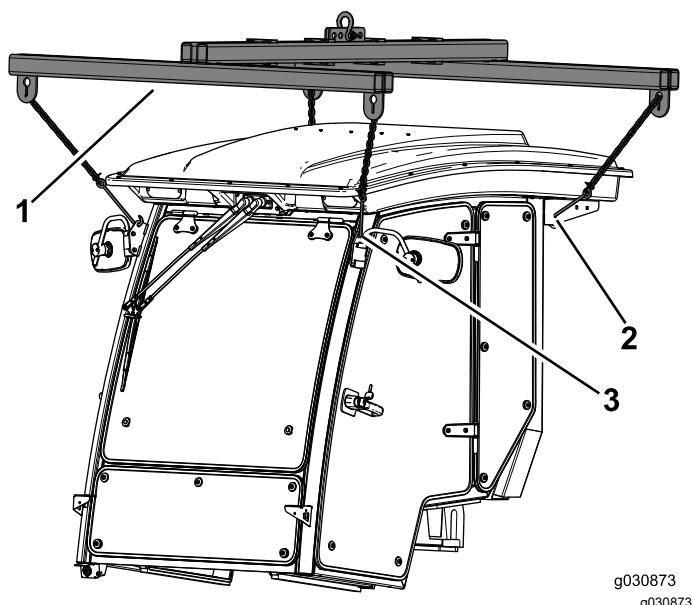

Bild 64
1. Stützen Sie die Kabine mit den vier Hebestellen über der Maschine ab (**Bild 64**).